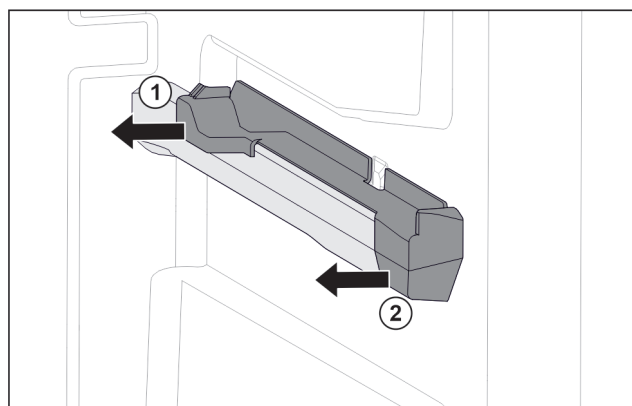

Fig. 61 Вставная часть на правом контейнерном ребре
- ▶ Отодвиньте вставную часть сзади в сторону. Fig. 61 (1)
- ▶ Отодвиньте вставную часть спереди в сторону. Fig. 61 (2)